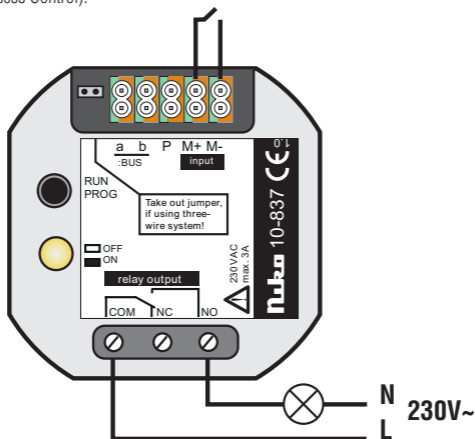

fig.6
Dit relais is bestemd voor inbouw en heeft 5 paar insteekklemmen die de bedrading vereenvoudigen. Op elke klem kunnen 2 draden aangesloten worden. De draad mag een diameter van max. 0,8mm hebben. Om de draden in de klemmen te steken, moet de draad tot een lengte van 5 à 6mm gestript worden. Het relais wordt rechtstreeks aan de bus gekoppeld. Bij een 2-draads aansluiting worden enkel a en b aangesloten. Indien meer dan 3 relais van het type 10-837 aangesloten worden, is een 3-draads aansluiting vereist. In dit geval moeten a, b en P aangesloten worden en moet de jumper van het relais verwijderd worden (fig.6). Het relais 10-837 is onderaan voorzien van een potentiaalvrije relaisuitgang met een 230V/3A-wisselcontact. Deze relaisuitgang kan gebruikt worden als normaal open (NO) of als normaal gesloten (NC) contact. Afhankelijk van de gewenste werking moet de schroefklem COM gecombineerd worden met NC of NO. Het relais is voorzien van een extra ingang (klemmen M+ en M-) voor het aansluiten van een drukknop/schakelaar. Het relais kan via de in- en uitgangen aan het Nikobus-domoticasysteem gekoppeld worden (zie technische catalogus Niko Access Control).